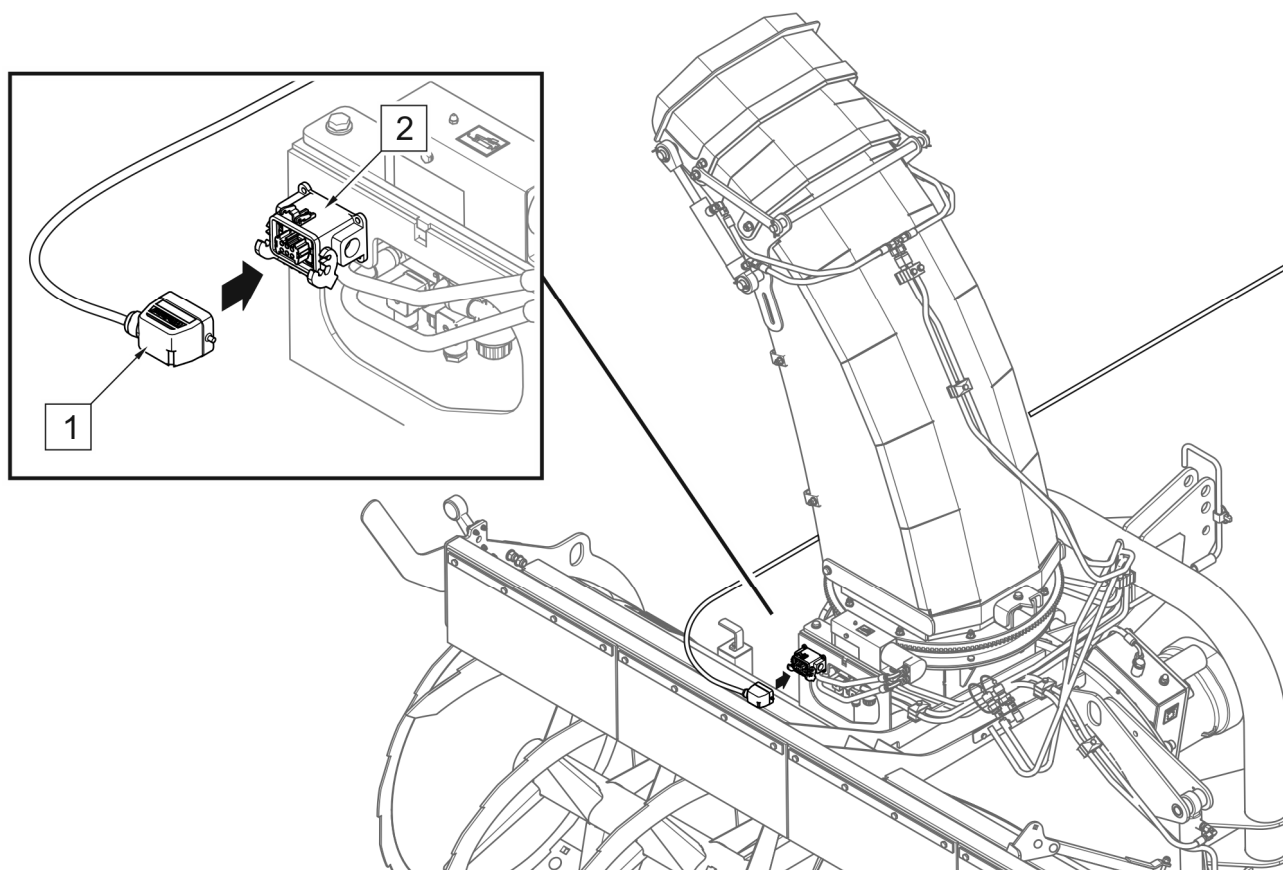

РИСУНОК 4.5 Подключение жгута проводов панели управления (машина с трёхточечной навеской)
(1) - вилка жгута проводов панели управления; (2) - розетка
Жгут проводов панели управления (1) должен быть подключен к разъему (2), расположенному перед вращательной трубой (РИСУНОК 4.5).